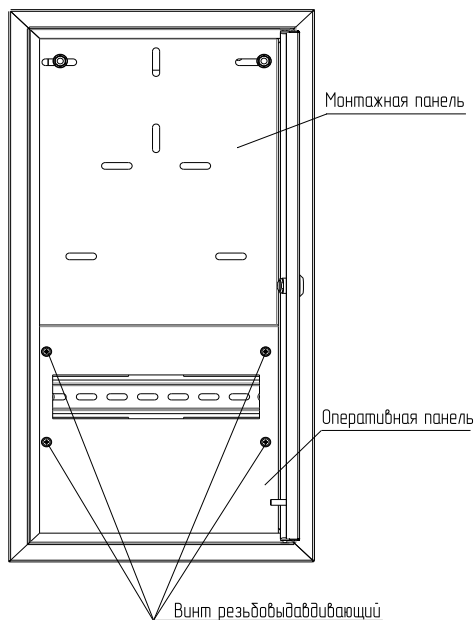
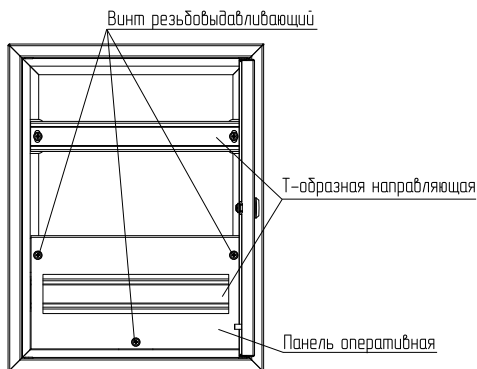

Рисунок 6
Рисунок 7.1 – ЯУР-380-300 LIGHT
4.5.3 Выкрутить винты резьбовыдавливающие М4×8 четыре для ЯУР-3/12 LIGHT (рисунок 6) и три для ЯУР-380-300 LIGHT (рисунок 7.1), снять панель оперативную. Винты сохранить.
4.7.1 Произвести установку электротехнической аппаратуры (электрических счётчиков, модульных автоматических выключателей и т.д.) на монтажную панель (рисунок 6) и Т-образные направляющие (рисунки 7.1, 7.2). Произвести внутренние электрические соединения.